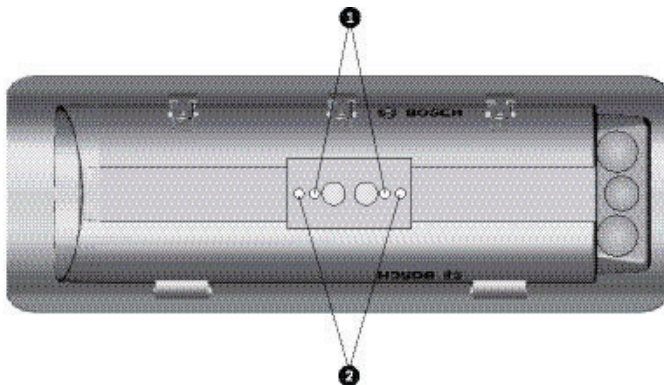

Bild 5.1 Gewindeöffnungen zur Montage mit rückseitigen Anschlüssen oder mit Kabeldurchführung
2. Die ganz außen liegenden Öffnungen mit Gewinde 1/4-20 dienen zur Befestigung an Durchführungshalterungen. Die ganz innen liegenden Öffnungen mit Gewinde 1/4-20 dienen zur Befestigung an anderen Halterungen und Schwenk-/Neigevorrichtungen (siehe *Bild 5.1*).